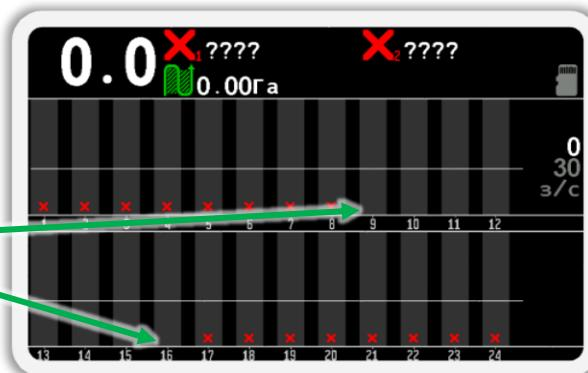

Рисунок 70
- Убедитесь, что настройки концентратора изменились на требуемые. Для этого физически отключите и подключите концентратор к жгуту связи. После этого вернитесь на главный экран (см. Рисунок 70). Для этого сначала выйдите из меню «Сервис», а затем закройте меню главного экрана. (используйте кнопку «Назад»).